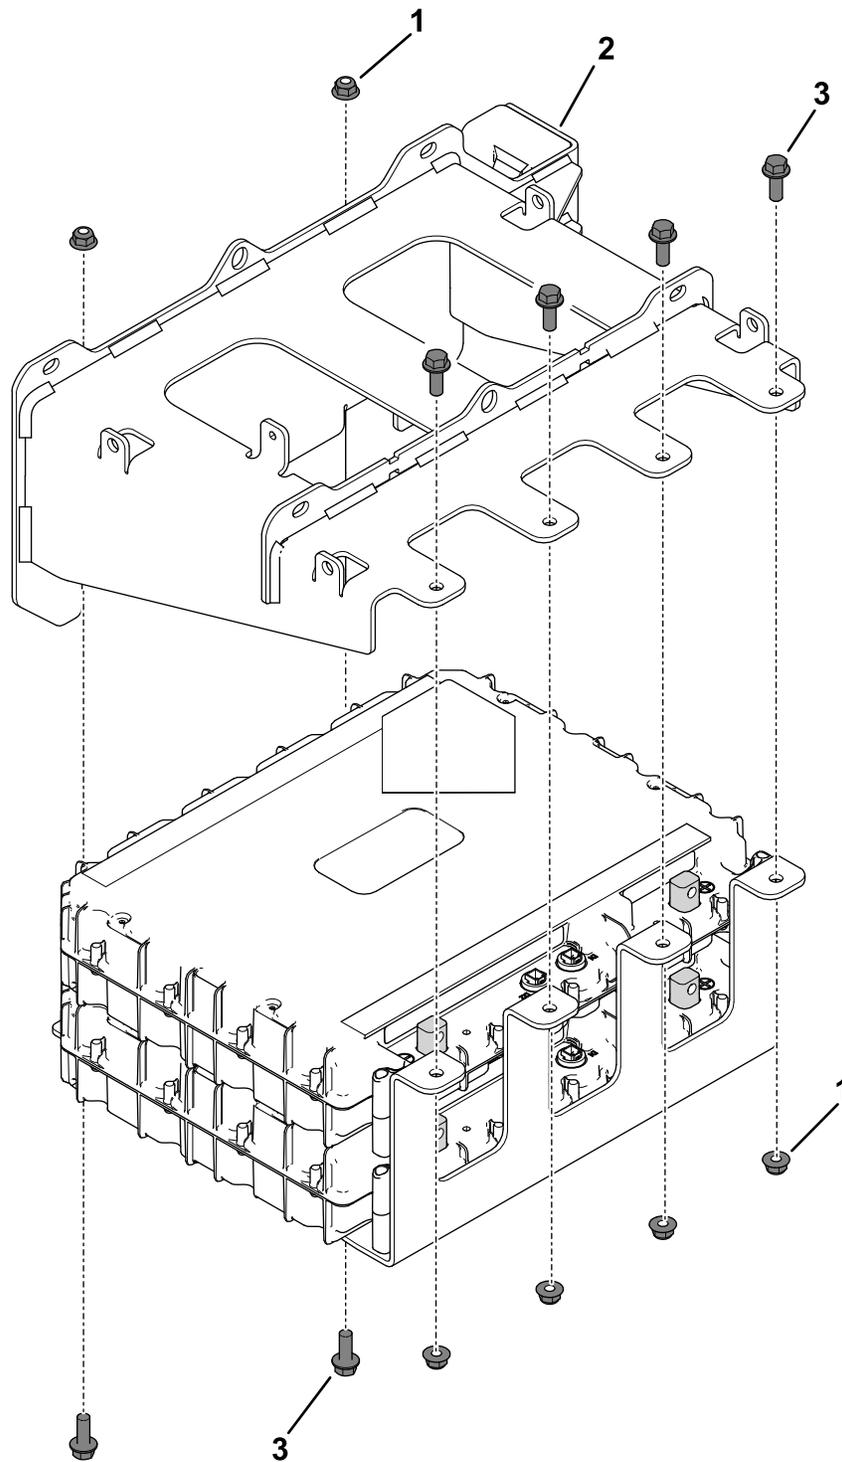

Bild 21
5. Verwenden Sie 6 Bundbolzen ($\frac{3}{8} \times 1''$) und 6 Bundmuttern ($\frac{3}{8}''$), um die untere Montageplatte lose an der unteren Grundplatte zu befestigen (Bild 21).